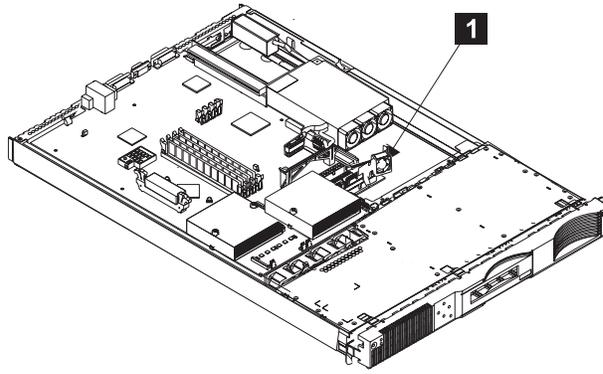

図98. ディスク・ドライブ・ファンの取り外し
4. 178 ページの図 98 を参照してください。
6. 図98を参照。ディスク・ドライブ・ファンの右側を前方にスライドさせて、ファン・アセンブリー **1** 全体を取り外します。次にアセンブリーをクリップから引き離します。